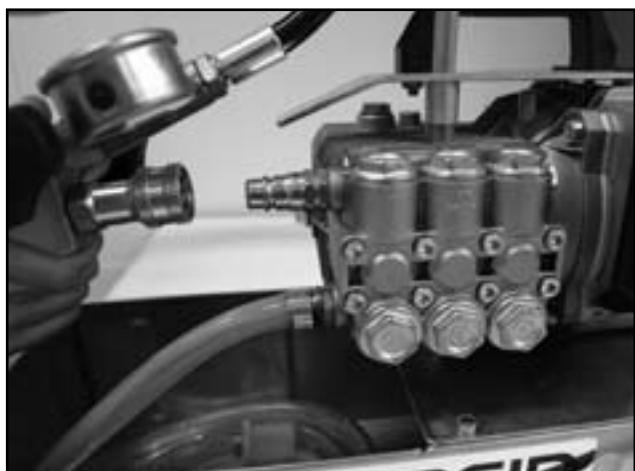

Fig. 4
- Выключить насос и начать испытание на герметичность. Блок управления можно отсоединить от насоса (см. рис. 4).